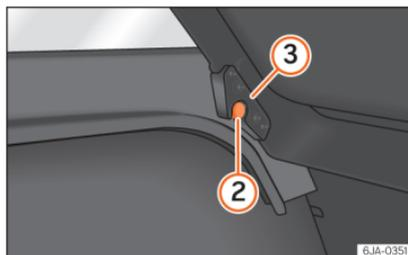

Abb. 165 Gepäckraumabdeckung ausbauen.
- Richten Sie die Träger der Abdeckung (3) » Abb. 165 an den Trägern (2) in der Verkleidung aus.
– Haken Sie die Träger (1) in der Abdeckung ein.
- Die Halterungen der Abdeckung (3) » Abb. 165 müssen korrekt in den Halterungen der Verkleidung (2) eingesteckt sein.